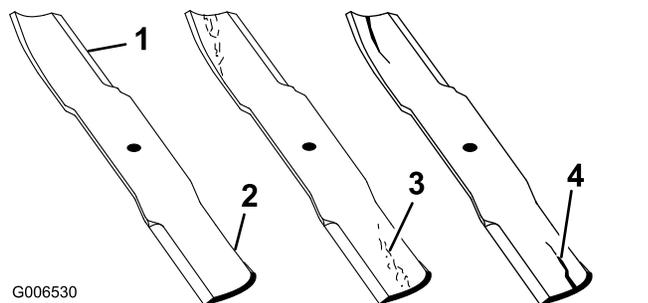

Рисунок 72
1. Осмотрите режущие кромки (Рисунок 72).
4. При обнаружении признаков повреждения, износа или образования зазора в этой области немедленно замените нож (Рисунок 72).